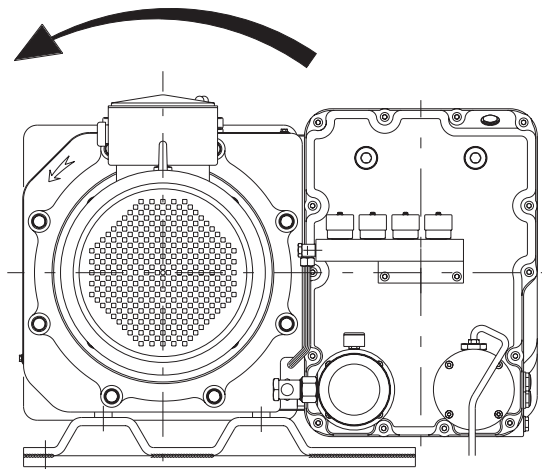

Abb.7
- Überprüfen Sie die Drehrichtung, indem Sie die Pumpe kurzzeitig (2-3 Sekunden) starten. Die richtige Richtung wird durch den Pfeil auf der Pumpe angezeigt (Abbildung 7). Im Falle einer falschen Drehrichtung ist es notwendig, die Drehrichtung des Motors zu ändern, indem die Position von zwei der drei zuvor an den Motorklemmenkasten angeschlossenen Anschlüsse vertauscht wird.